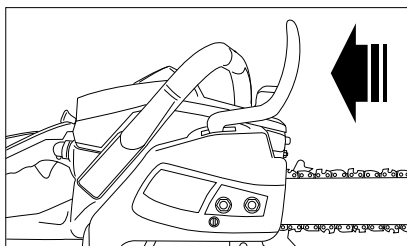

Рис. 4
2. Установите щиток тормоза цепи в рабочее положение, потянув рычаг на себя. Убедитесь, что цепь вращается вокруг шины (рис. 4).